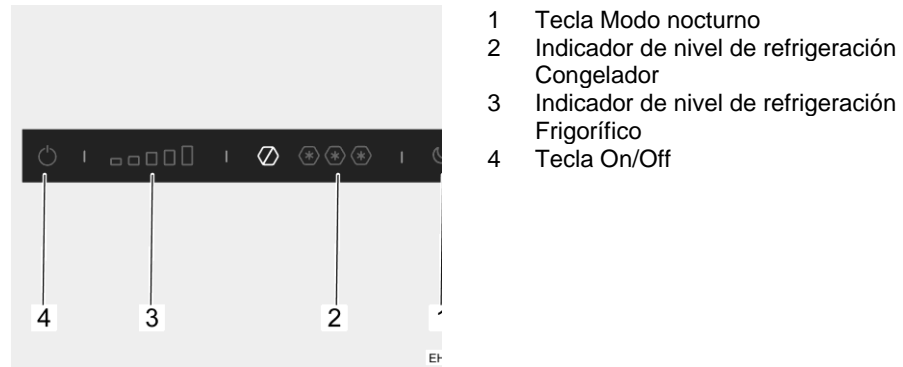

Fig. 98 Elementos de mando (frigorífico)
**Conectar:** ■ Pulsar la tecla On/Off (Fig. 98,4) y mantenerla pulsada algunos segundos. La luz de control azul indicará que el frigorífico está funcionando. El indicador de nivel de refrigeración Frigorífico (Fig. 98,3) indicará el nivel de refrigeración ajustado.
**Desconectar:** ■ Pulsar la tecla On/Off (Fig. 98,4) y mantenerla pulsada algunos segundos. La luz de control azul se apagará.
**Ajustar el nivel de refrigeración:** ■ Pulsar el nivel de refrigeración deseado para el frigorífico (Fig. 98,3).
**Ajustar el nivel de congelación:** ■ Pulsar el nivel de refrigeración deseado para el congelador (Fig. 98,2).
**Conectar el modo nocturno:** ■ Pulsar la tecla Modo nocturno (Fig. 98,1). La luz de control azul indicará que está activo el modo nocturno.
**Desconectar el modo nocturno:** ■ Pulsar la tecla Modo nocturno (Fig. 98,1). La luz de control azul se apagará. El frigorífico estará funcionando en el modo normal.